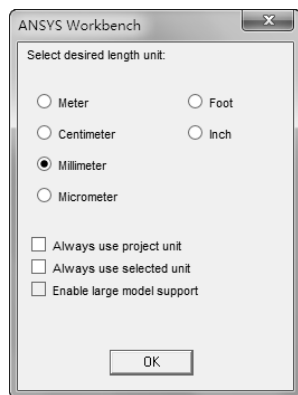

图 10-41 【ANSYS Workbench】对话框
3) 双击项目 A 中的 A2 栏的【Geometry】项，此时会进入到 DesignModeler 界面，并弹出【ANSYS Workbench】对话框，选择【Millimeter】单选按钮设置 mm 单位，如图 10-41 所示。